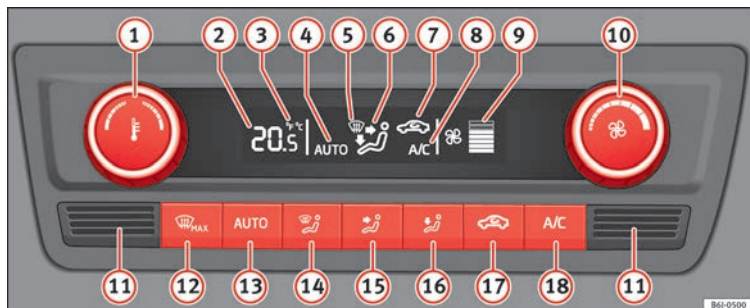

Fig. 167 Climatronic: elementos de manejo.
- **A/C** (18) »» fig. 167 encendido.
Cuando pulse una tecla se activará la función correspondiente, poniendo en marcha el climatizador si estuviera desconectado, excepto con la tecla (17) »» fig. 167 (recirculación).
- Gire el mando (10) hacia la izquierda hasta que se apaguen los segmentos de la columna (9) »» fig. 167.
- Pulse la tecla **AUTO** **13** » » fig. 167.
Mantenga pulsadas simultáneamente durante **2 segundos** las teclas **AUTO** y **A/C** » » fig. 167. En la pantalla aparecen los datos en unidades deseadas.
- En la parte inferior se encuentra el sensor de la temperatura interior **13** » » fig. 167. No lo cubra con adhesivos ni de otra forma, ya que podría influir negativamente sobre el funcionamiento del Climatronic.
- Pulse la tecla **AUTO** **13** » » fig. 167, en la pantalla aparece **AUTO**.
- Al conectar el encendido puede utilizar el mando **1** » » fig. 167 para ajustar la temperatura interior deseada.
- Pulse la tecla  **17** » » fig. 167, en la pantalla aparece el símbolo .
- Pulse la tecla  **17** » » fig. 167, en la pantalla desaparece el símbolo .
- Gire el mando  **fig. 167** hacia la izquierda (bajar la velocidad) o hacia la derecha (subir la velocidad).
- Pulse la tecla   **fig. 167**.
- Pulse varias veces la tecla   **fig. 167**, o pulse la tecla .